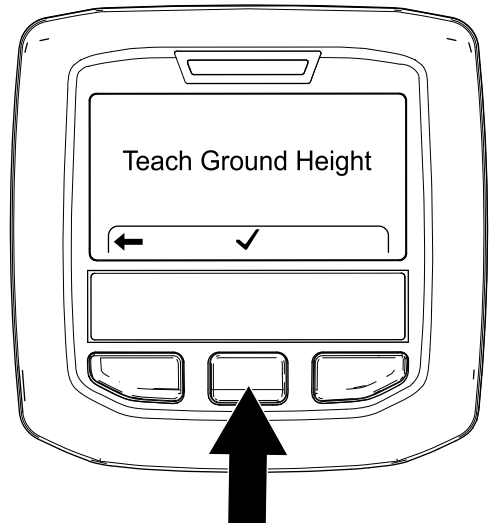

Figura 66
- En la pantalla Teach Ground Height (Enseñar altura con respecto al suelo) (Figura 66), pulse el botón central del InfoCenter.